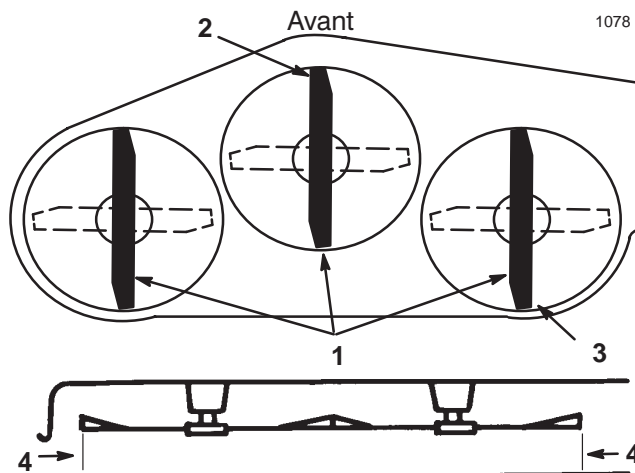

Figure 14
9. Contrôlez l'inclinaison avant/arrière en mesurant la hauteur du bas du plateau de coupe (au centre, à l'avant et à l'arrière) par rapport au sol plat (Fig. 14).